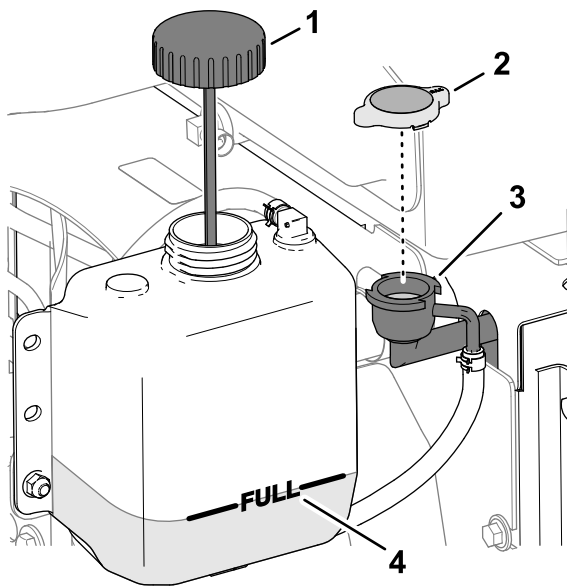

Figura 155
3. Retire con cuidado el tapón del radiador (Figura 155).
**Nota:** El nivel de refrigerante es correcto si está en la parte superior del cuello de llenado del radiador (Figura 155)